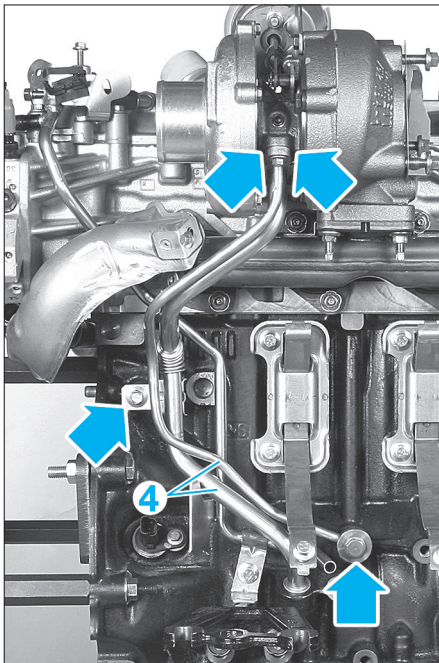

FIG. 52
- Déposer l'ensemble de tuyau alimentation-retour d'huile du turbo (4) (fig. 52).